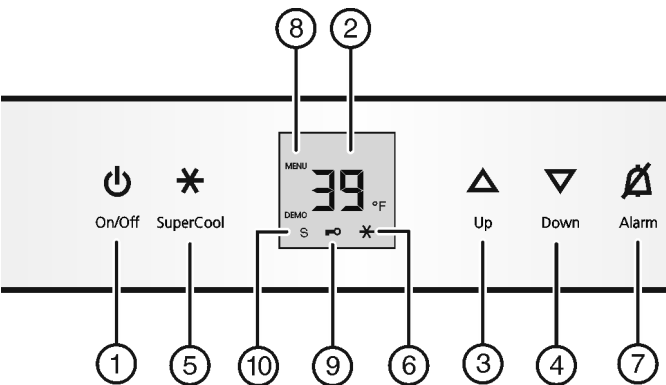

Fig. 3
- ▶ Appuyer sur la touche On/Off Fig. 3 (1).
- ▶ Activer le mode de réglage : appuyer sur la touche SuperCool Fig. 3 (5) pendant env. 5 s.
- ▷ La touche SuperCool Fig. 3 (5) clignote.
- ▶ Régler le nombre de ° avec la touche de réglage Up Fig. 3 (3) / Down Fig. 3 (4).
- ▶ Confirmer : enfoncer brièvement la touche SuperCool Fig. 3 (5).
- ▶ Sélectionner l'affichage en °F ou °C avec la touche de réglage Up Fig. 3 (3) ou Down Fig. 3 (4).
- ▶ Quitter le mode de réglage: Appuyer sur la touche On/Off Fig. 3 (1).
- ▶ Activer le mode de réglage : appuyer env. 5 sec. sur la touche SuperCool Fig. 3 (5).
- ▷ Le symbole Menu Fig. 3 (8) est allumé.
- ▶ A l'aide de la touche de réglage Up Fig. 3 (3) et touche de réglage Down Fig. 3 (4), sélectionner c.
- ▶ Pour confirmer, appuyer brièvement sur la touche SuperCool Fig. 3 (5).
- ▶ appuyer brièvement sur la touche SuperCool Fig. 3 (5) pour activer la sécurité enfants.
- ▷ Le symbole Sécurité enfants Fig. 3 (9) est allumé. L'affichage c clignote.
- ▶ appuyer brièvement sur la touche SuperCool Fig. 3 (5) pour désactiver la sécurité enfants.
- ▷ Le symbole Sécurité enfants Fig. 3 (9) s'éteint. L'affichage c clignote.
- ▶ Désactiver le mode de réglage : appuyer sur la touche On/Off Fig. 3 (1).
- ▶ Appuyer sur la touche Alarme Fig. 3 (7).
► Activer le mode de réglage : appuyer env. 5 secondes sur la touche SuperCool *Fig. 3 (5)*.
▷ Le symbole Menu *Fig. 3 (8)* est allumé.
► Pour appeler la fonction Mode Sabbath, appuyer brièvement sur la touche SuperCool *Fig. 3 (5)*.
► **Pour activer** le mode Sabbath, appuyer brièvement sur la touche SuperCool *Fig. 3 (5)*.
► **Pour désactiver** le mode Sabbath, appuyer brièvement sur la touche SuperCool *Fig. 3 (5)*.
► Désactiver le mode de réglage : appuyer sur la touche On/Off *Fig. 3 (1)*.
▷ L'affichage de la température indique le symbole mode Sabbath tant que le mode Sabbath *Fig. 3 (10)* est activé.